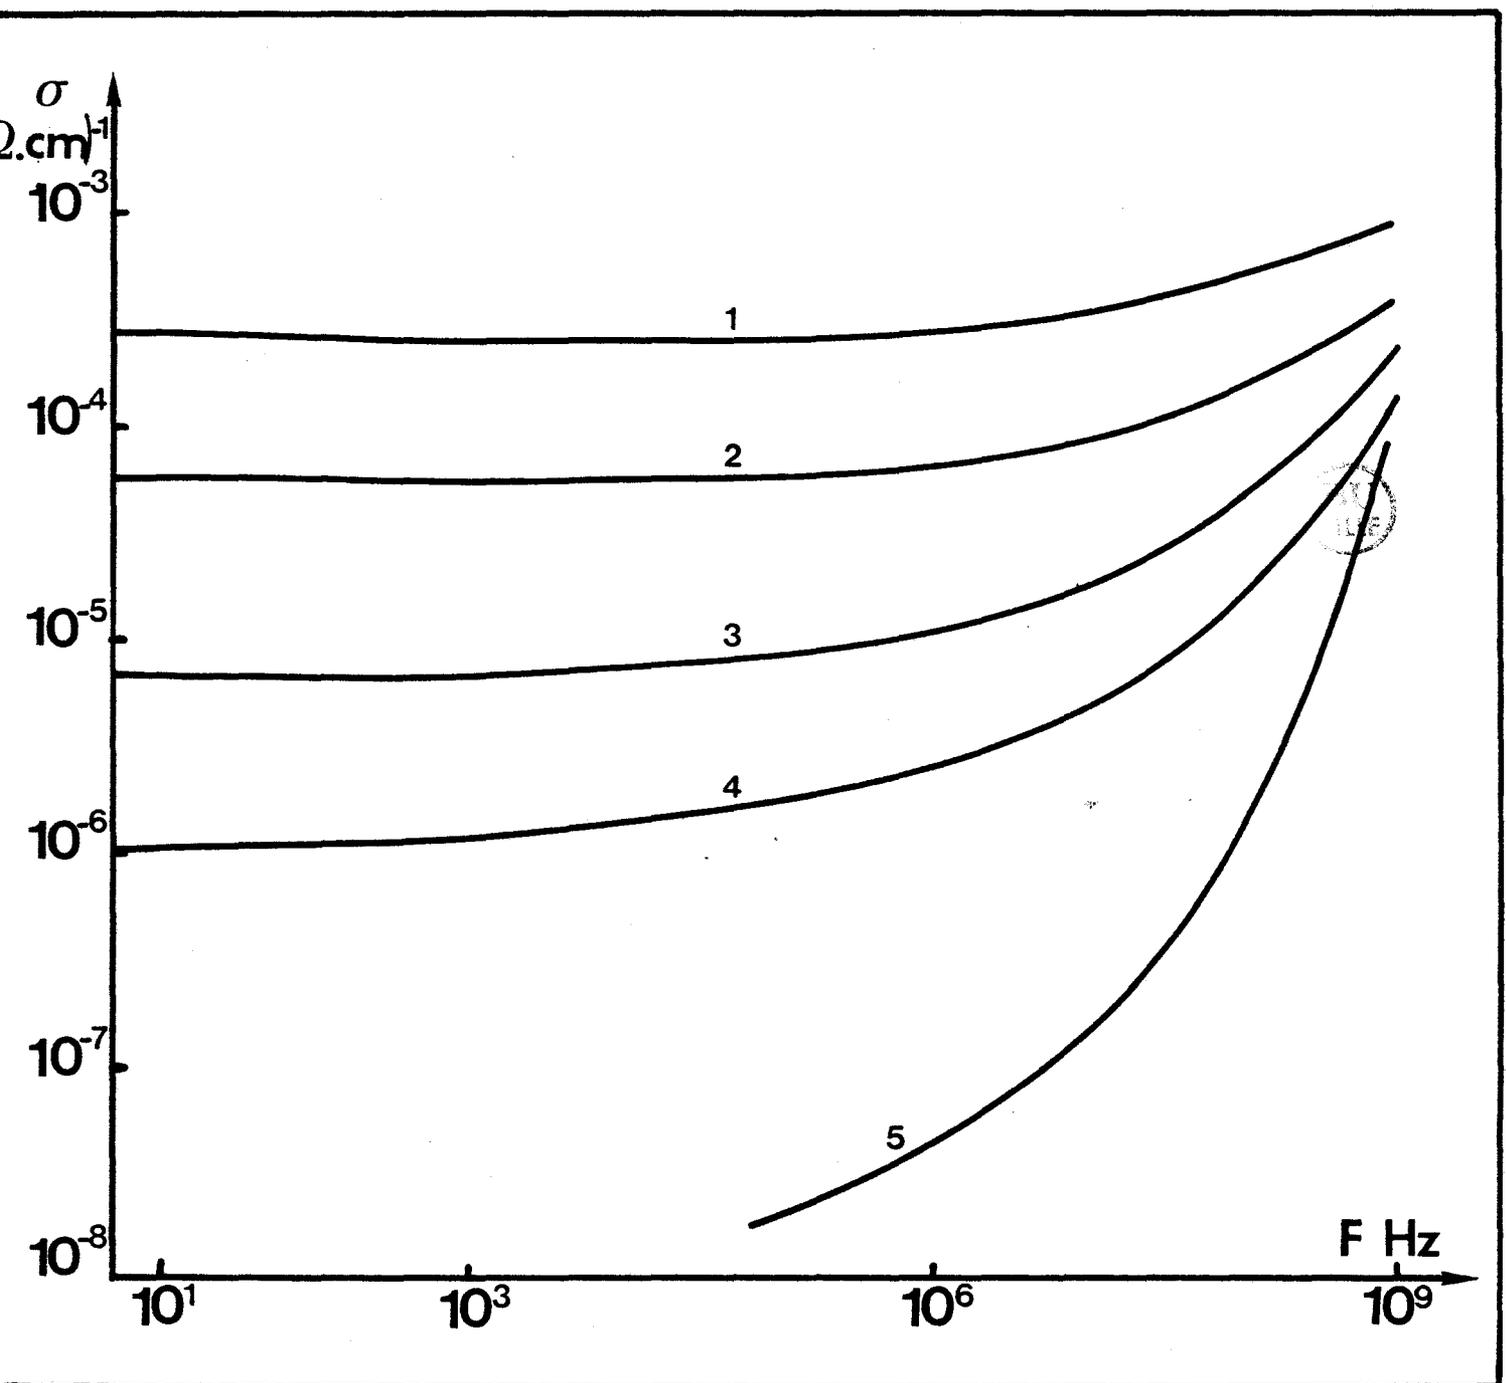

FIGURE F.3.5
- Figure F.3.5. Partie réelle de la conductivité d'un échantillon dopé à l'Iode